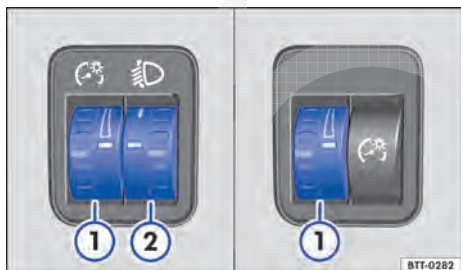

Fig. 85 Ao lado do volante: regulador da iluminação dos instrumentos e dos interruptores ①, assim como regulagem do alcance do farol ②.
① Iluminação dos instrumentos e dos interruptores
Com a luz ligada, a luminosidade dos instrumentos e dos interruptores pode ser regulada sem escalonamento girando o regulador ⇒ **Fig. 85 ①**.